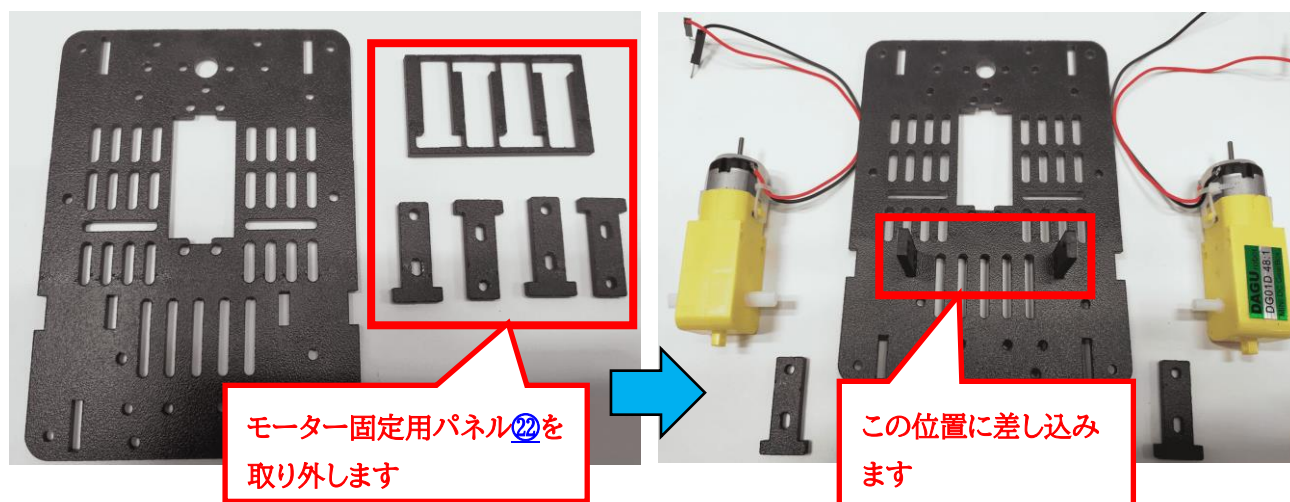

図 2-1 モーター固定用パネルの取り付け
JetBot フレームキット⑩からモーター固定用パネル⑫を取り外し、図 2-1 のようにプレート⑪に差し込んでモーターをプレートに固定する位置を設定します。